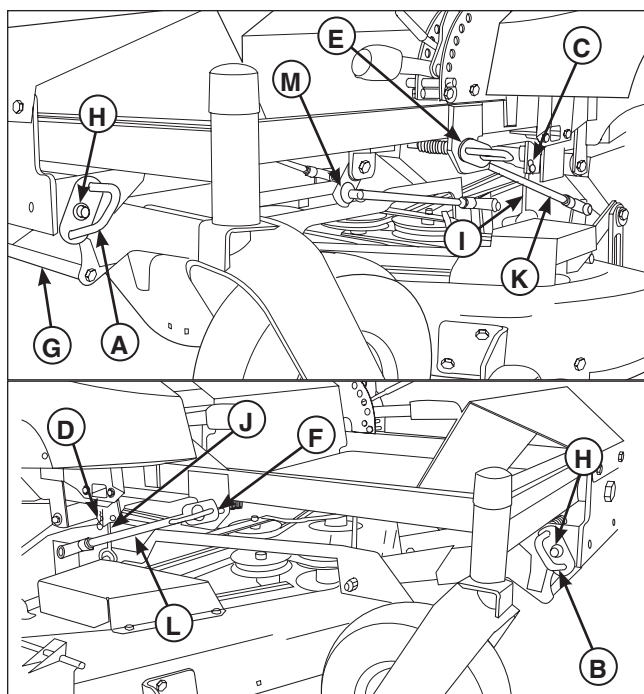

Figure 12. Installation et enlèvement de la tondeuse
4. Tirer les goupilles (C & D, Figure 12) et déconnecter les attaches de mise à niveau du pont (I & J). Tirer la goupille et déconnecter la tige de connexion de la barre de rouleaux (M). Tirer et tourner les verrous (A, B, E & F) de la tige pour relâcher les extrémités de la tige.
5. Soulever l'avant du pont en utilisant une pièce de bois de 2 x 4 comme levier, tirer la poignée (G) vers l'avant pour relâcher les extrémités de la tige de support avant (H), pousser ensuite vers l'arrière pour relâcher les extrémités de la tige arrière.